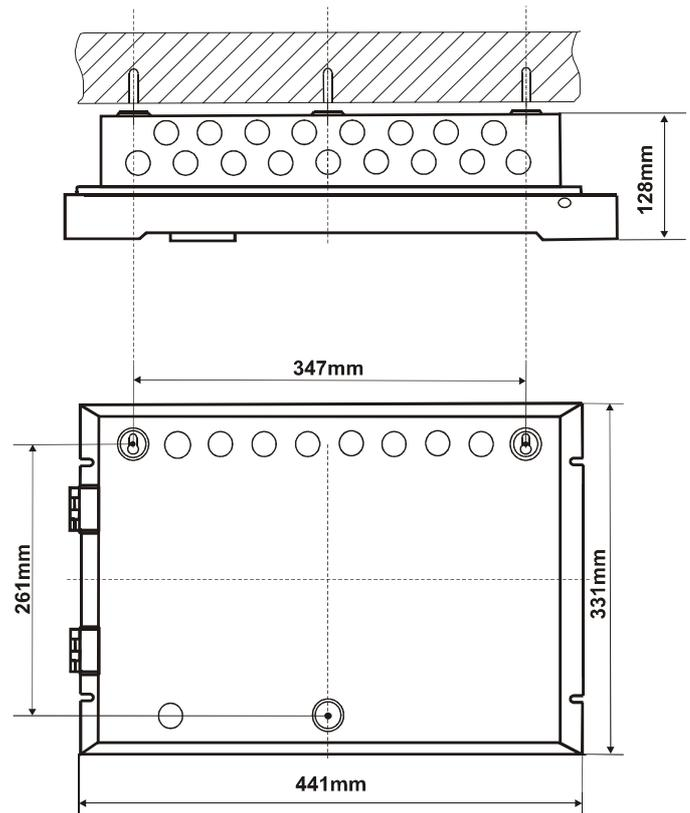

Figura 5
- Taladre orificios de $\varnothing 6$ mm – 8 mm en la pared y fije la caja utilizando los anclajes y tornillos suministrados (Posiciones 2 y 5, página 30) - vea la figura 5.